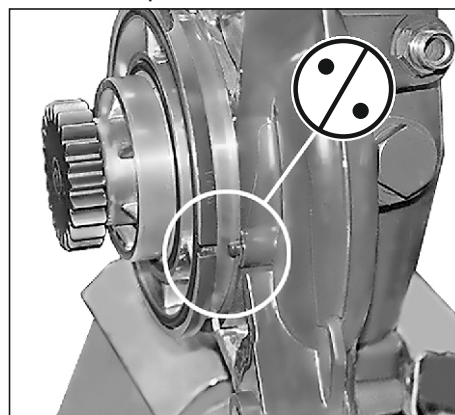

Рис. 75. Установка крыльчатки насоса водяного.
2. Установить комплект деталей (8-11): корпус подшипника с осью, крыльчаткой и шестерней насоса водяного в сборе, соблюдая направление (см. Рис. 75).
3. Установить термостат в корпус насоса (5).